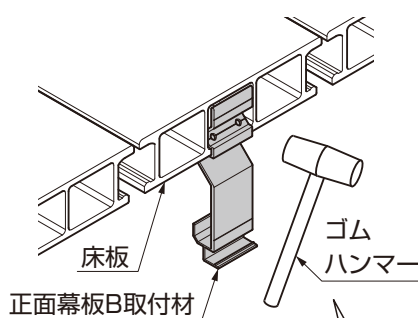

図11-5
- ①正面幕板B取付材を床板のホーロー部にはめこんでください。(図11-5参照)